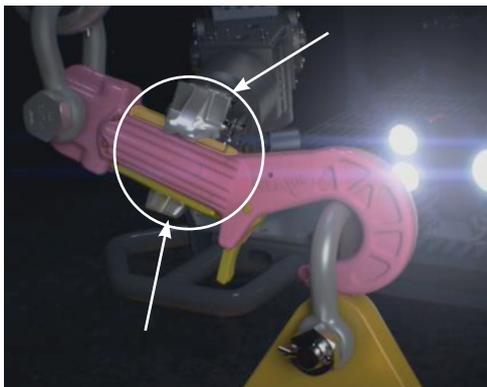

Abb. 5: Drücken der Entriegelungs- und Sperrklappe
- Gleichzeitiges Drücken der Entriegelungsklappe und der Sperrklappe (Abb. 5)